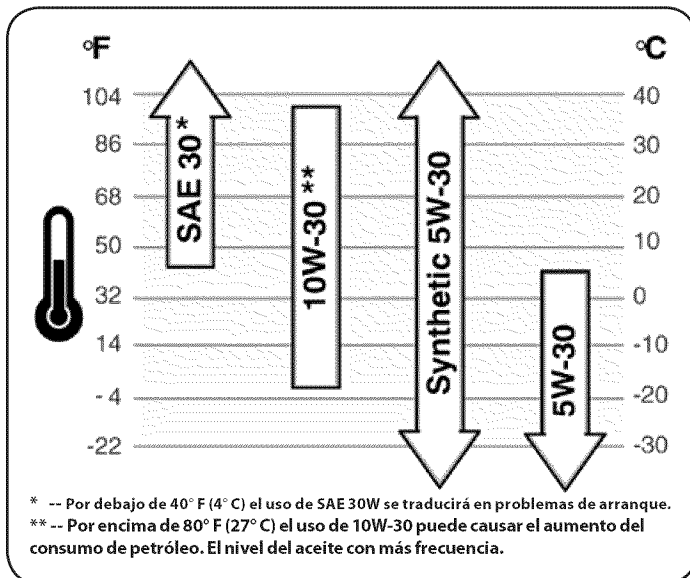

Figura 21
- Consulte la tabla de viscosidad (Figura 21) para las recomendaciones del petróleo. No llene en exceso. SAE 30 está recomendado para general, todo el uso de la temperatura. Use un 4 tiempos, o un detergente elevado equivalente, de primera calidad el aceite de motor certificado para cumplir o exceder los requisitos de EE.UU. fabricante de automóviles para el servicio de clasificación SF, SG, SH, SJ o superior. Los aceites de motor clasificado SF, SG, SH, SJ se mostrará esta denominación en el envase.